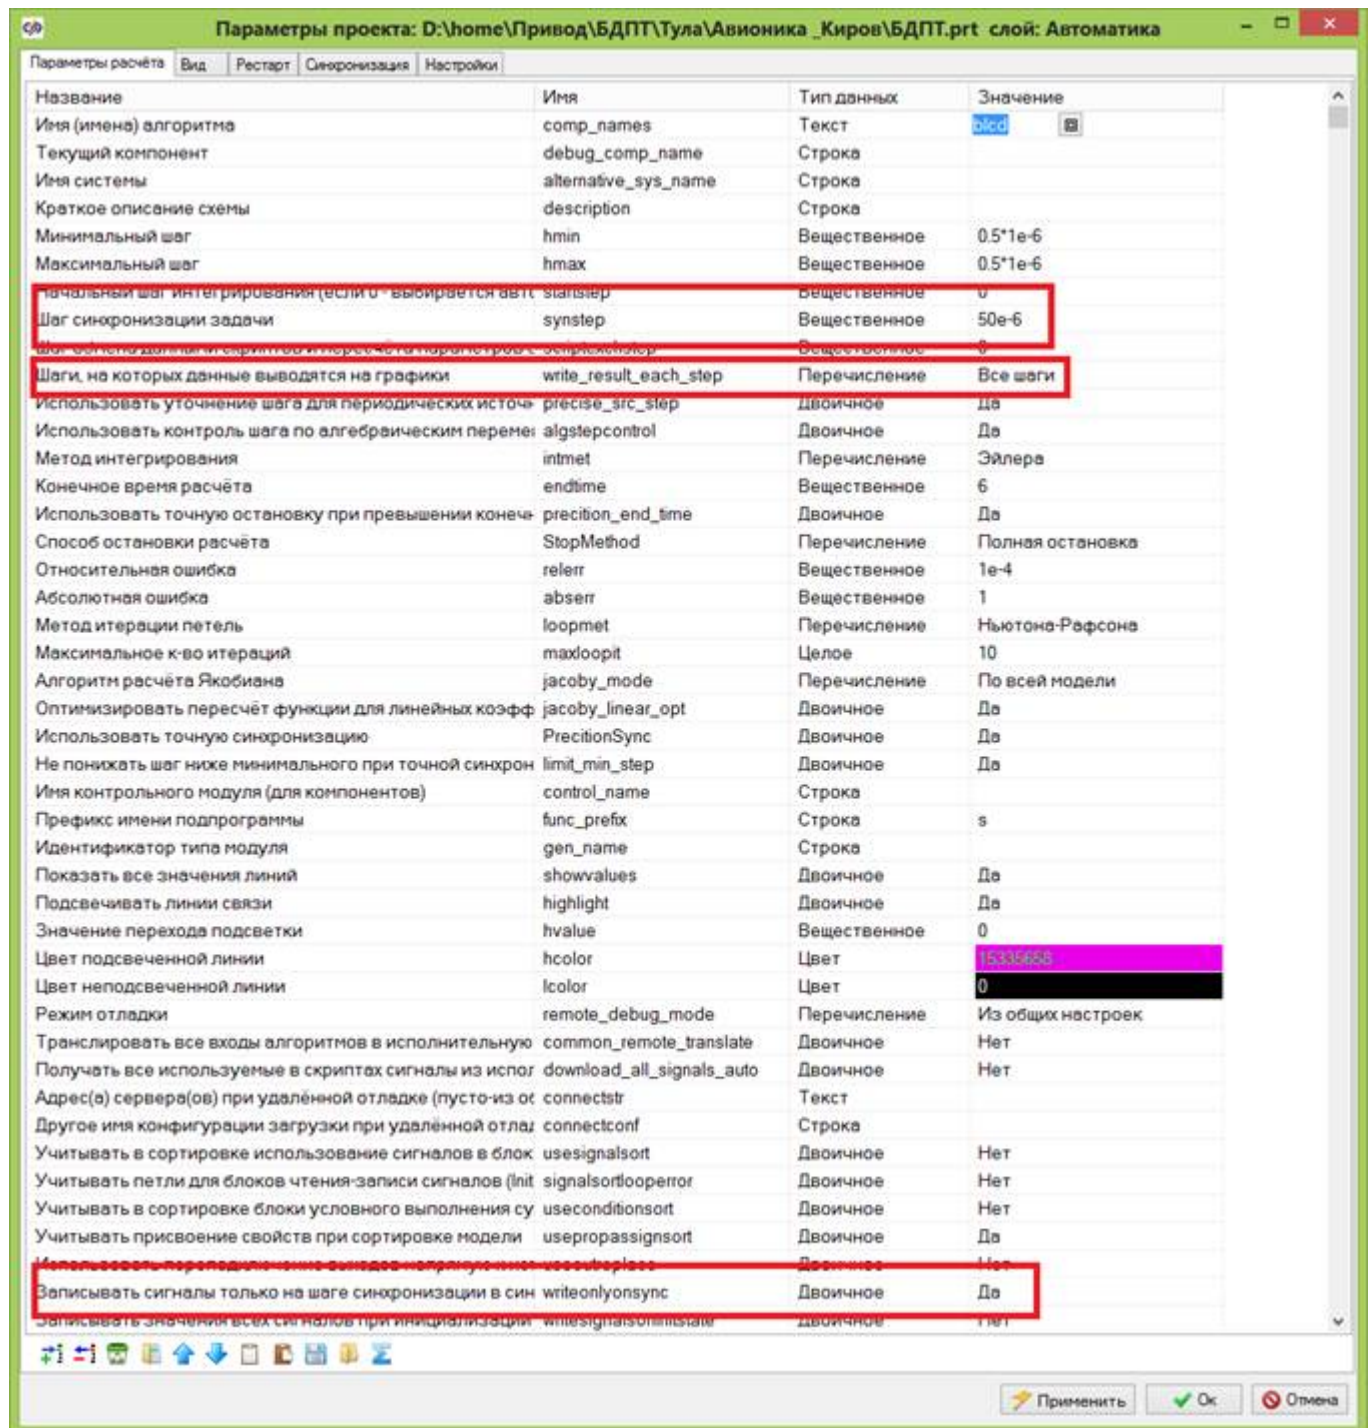

Рисунок 21. Параметры расчета
2. Во вкладке “параметры расчета” проекта БДПТ.ptr (Рисунок 21. Параметры расчета на странице 24) модели объекта управления и алгоритмов управления установить шаг синхронизации – шаг, с которым будет происходить обмен сигналами между проектами в процессе моделирования. Параметр «Записывать сигналы только на шаге синхронизации в синхронизирующем потоке: да», параметр “Шаги на которых выводятся на графики: все шаги” этот параметр устанавливается в случае если мы хотим видеть графики с шагом равным интегрированию в ином случае, графики будут выводиться с установленным шагом синхронизации проекта.